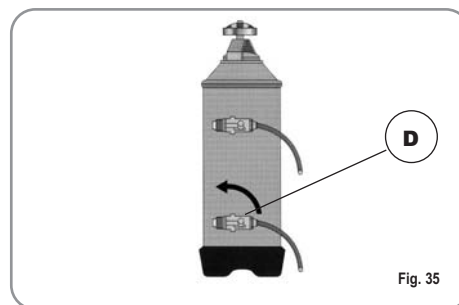

Fig. 35
3) Riportare quindi la leva D verso sinistra (Fig. 35).